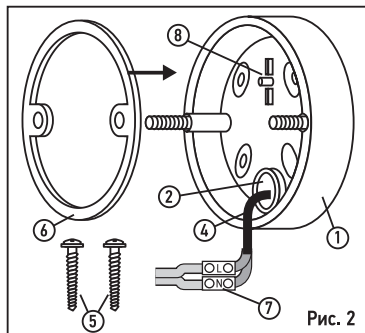

Рис. 2
- Протяните через уплотнитель (2) сетевой кабель (4) и закрепите основание светильника при помощи саморезов (5) (входят в комплект). Установите уплотнительное кольцо (6) (входит в комплект) на основание светильника (1), Рис. 2.
- Подключите два сетевых провода к клеммной колодке в соответствии с указанной маркировкой клеммы L, N, (7). Установите клеммную колодку в держатель основания светильника (8), Рис. 2.